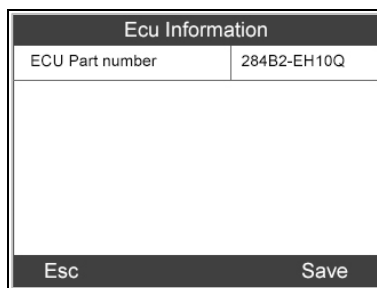

Figure 4.42
- 2) Le numéro de référence ECU s'affiche une fois qu'il est retrouvé. Appuyer sur le bouton correspondant **FONCTION** « **Sauvegarder** » pour l'enregistrer en vue de consultation ultérieure et d'impression. (Figure 4.42)